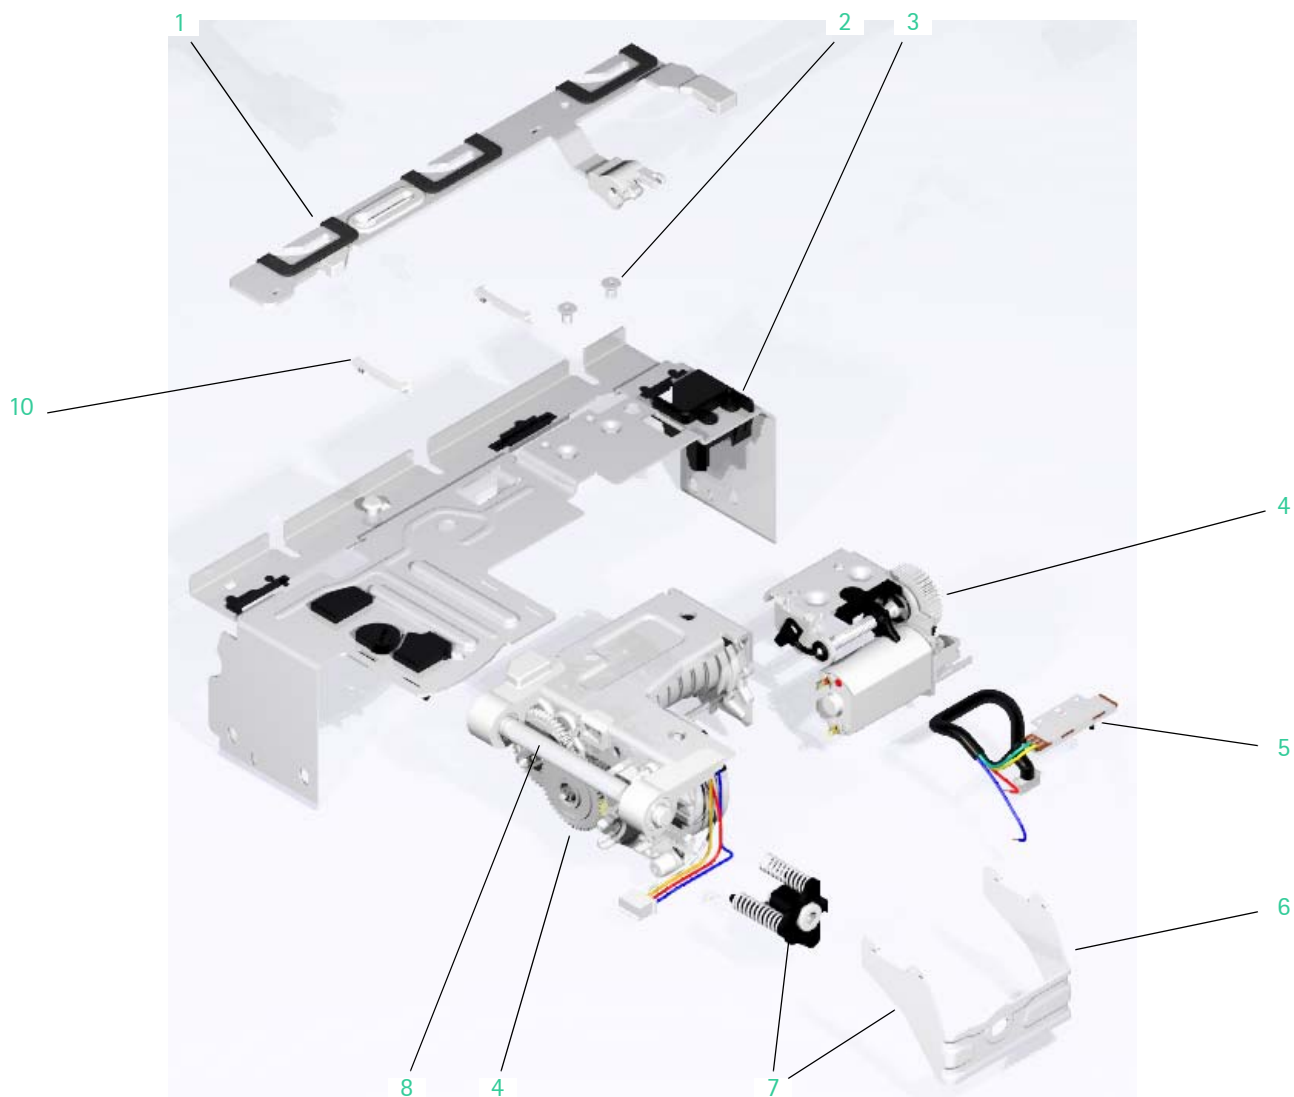

Abb.: 3 - 21
1. Zwei Bügelsicherungen (Abb.: 3 - 21 / Pos. 10) vorsichtig, zuerst vorn dann hinten, aus dem Innenrahmen (Abb.: 3 - 21 / Pos. 3) herausdrücken.
2. Den Bügel (Abb.: 3 - 21 / Pos. 6) vorsichtig gegen den Federdruck nach vorn schieben, aus dem Innenrahmen aushaken und mit der Druckeinstelleinheit (Abb.: 3 - 21 / Pos. 7) abnehmen.
3. Die Führung (6 mm Zylinderstift) des Pumpenchassis (Abb.: 3 - 21 / Pos. 8) vorsichtig längs aus den Linearlagern des Pumpenchassis und den Halterungen des Innenrahmens herausdrücken und das Pumpenchassis vom Innenrahmen abnehmen.
Legende zu Abb. 3 - 21: